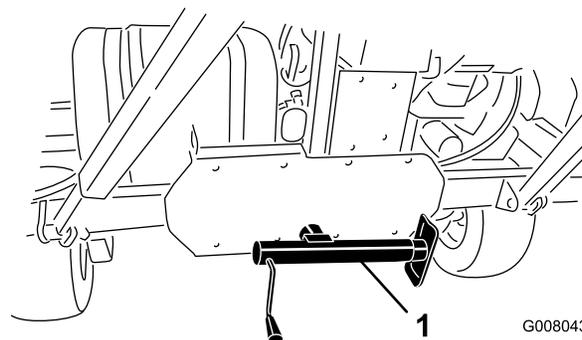

Figura 17
5. Baje el gato al suelo para estabilizar la máquina (Figura 17).